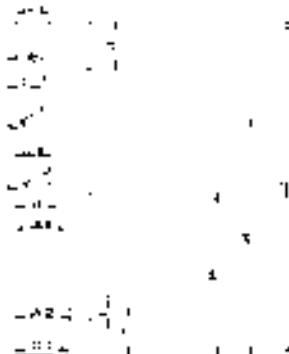

图 10-141 绘制旋转截面
- 4) 单击“绘图”工具栏中的“面域”按钮 $\square$ ，将绘制好的图形创建成面域。结果如图 10-141 所示。